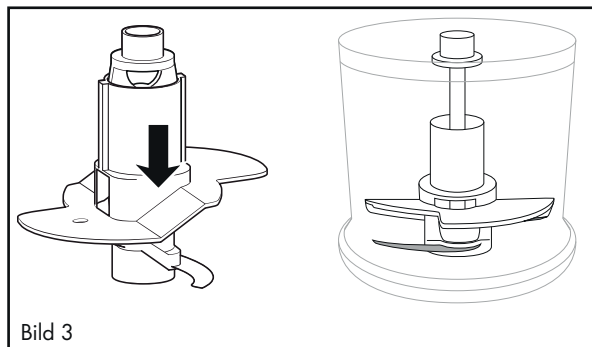

Bild 3
- För att vispa 200 ml grädde vrider du visptillsatsen **10** i 180° horisontellt (bild 2) så att den bara ligger över en kniv **7** och snäpper fast (bild 3). Då går vispen högre upp i grädden: